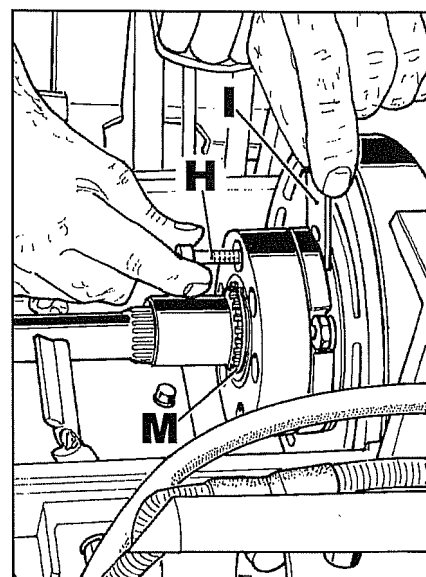
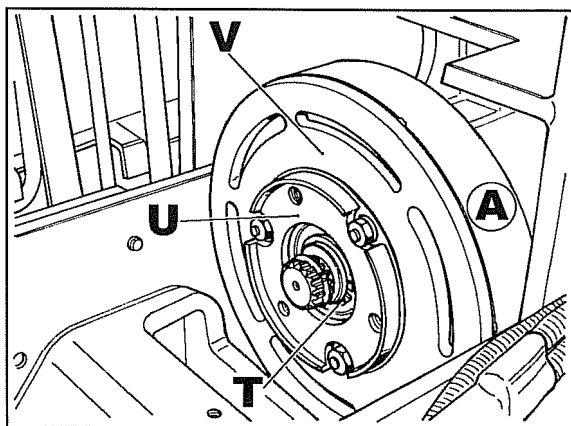
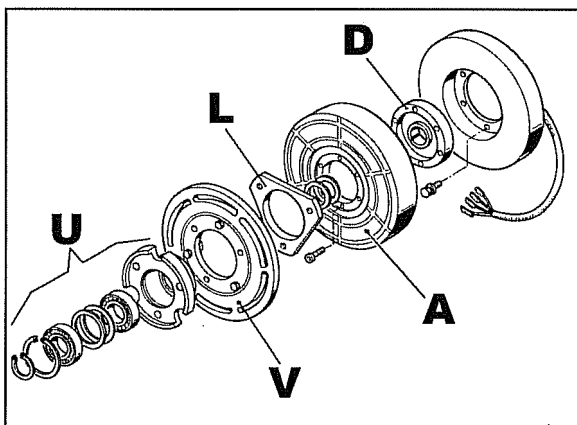

Fig. 9
Fig. 11
Fig. 14
- 6.2 No caso em que o desgaste tenha causado uma distância dos discos de menos **1,6 mm**, efectuar o distanciamento afrouxando os três parafusos **H** fig. 9, logo, extraindo um parafuso de cada vez, interpor os espaçadores **I** como mostra a própria figura. Os espaçadores **I** têm 1 mm de espessura.
- Nota** – No caso em que houver atritos ou resultar impossível colocar os espaçadores, é necessário desmontar a embraiagem e abaixar a flange **L** fig. 14.
8. Tirar os parafusos **H** fig. 9 logo, tirar o seeger **M**.
9 Tirar o seeger **T** fig. 11 logo, extrair o aro porta-rolamentos **U** com o disco **V** e a flange **L** fig. 14.
11 Extrair o disco **A** fig. 11.
A fig. 14 ilustra os componentes da embraiagem electromagnética.
Se na intervenção anterior forem substituídos os discos **V** e **A** fig. 14 ou a flange **D** após uma eventual ruptura da chaveta, é necessário efectuar o distanciamento dos discos da seguinte maneira:
- Montar novamente o aro porta-rolamentos **U** fig. 14 com o disco **V** e a flange **L**. Eliminar eventuais espaçadores utilizados em anteriores regulações (I fig. 9).